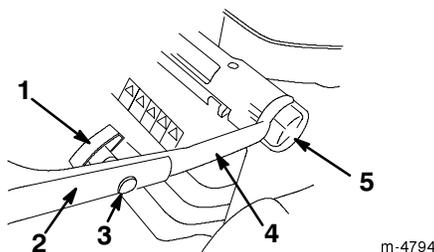

Bild 2
1. Lockern Sie die Höheneinstellräder am Griff und drehen das Unterteil des Griffs in Richtung Rückseite des Rasenmähers, bis es auf eine der in Bild 2 dargestellten Höheneinstellungen ist. Beachten Sie zum Einstellen der Griffhöhe bitte Einstellen der Griffhöhe, Seite 10.
3. Sichern Sie den oberen Handgriffteil mit den Ovalkopfschrauben und Griffstellrädern am unteren Teil ab (Bild 2). **Ziehen Sie die Griffstellräder gut fest.**
Sie können den Handgriff auf drei verschiedene Höhen einstellen: hoch, mittel und tief (Bild 2). Wählen Sie die Griffhöhe, die für Sie am bequemsten ist.